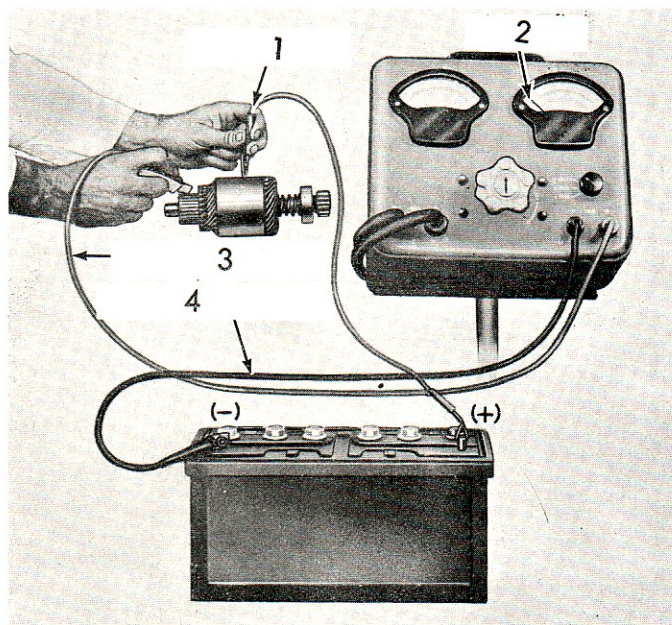

Fig. 35.
1. **Démarreurs $\varnothing 115$ mm**. Exécuter les stades 1 à 7 décrits dans le processus de démontage page 32 et voir Fig. 35 pour procéder à l'essai.